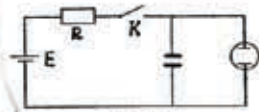

Рис. 12
4. На рис. 12 изображены два конденсатора, соединенные последовательно. При замыкании ключа K ток в цепи $I=1$ А. Найти емкость C_2 . Ответ: $C_2=10$ мкФ.
3. Поджиг неоновой лампы осуществляется с помощью схемы, показанной на рис. 12. После замыкания ключа K конденсатор начнет заряжаться. Когда напряжение на конденсаторе достигнет некоторого значения U_0 , лампочка загорится ($U_0 < E$). При каких значениях сопротивления R лампа будет стабильно гореть (не будет гаснуть)? Минимальное напряжение на лампе, при котором она горит, $U_0=80$ В, при этом ток через лампу $I_0=1$ мА. ЭДС батареи $E=120$ В, $U_0 < E$.